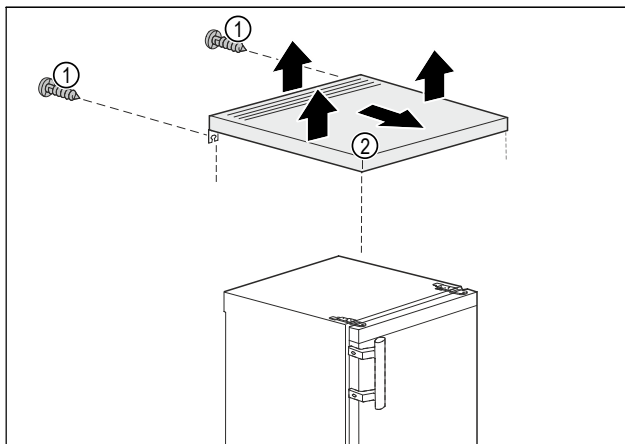

Fig. 3
- Poista takapuolella olevat ruuvit Fig. 3 (1).
- Nosta pöytälevyä Fig. 3 (2) takaa.
- Työnnä pöytälevyä Fig. 3 (2) eteenpäin.
- Ota pöytälevy Fig. 3 (2) ylöspäin pois.
- Pöytälevy Fig. 3 (2) on otettu pois.